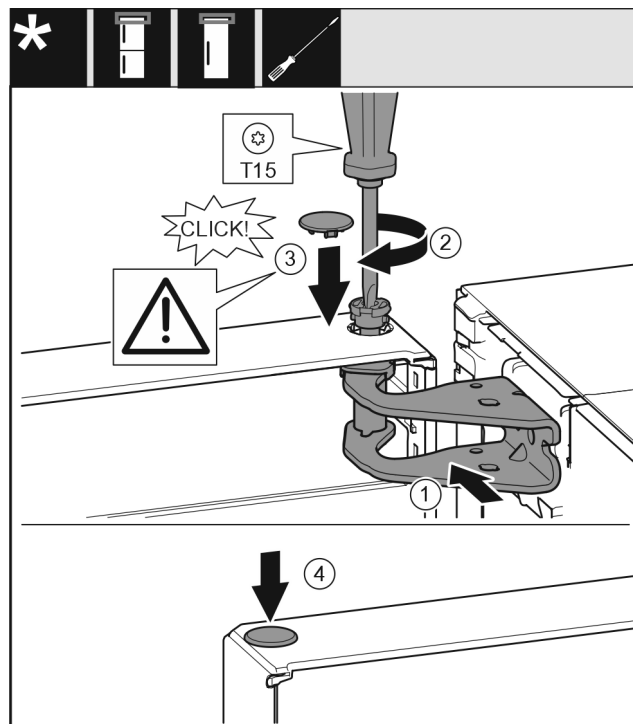

Fig. 27
- ▶ Выровняйте дверь сверху по отверстию в опорном кронштейне Fig. 27 (1).
- ▶ Вставьте палец Fig. 27 (2) и затяните отверткой.
- ▶ Установите крышку Fig. 27 (3).
- ▶ Проследите за тем, чтобы крышка Fig. 27 (3) прилегла к дверям.
- ▶ Установите крышку Fig. 27 (4).